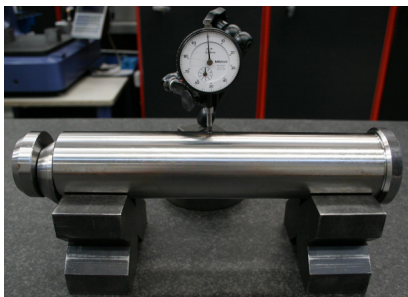

Fig.6
- en cas de déformations évidentes, un test peut être effectué comme sur la **Fig. 6** ; d'autres méthodes de contrôle sont possibles au choix du client (par exemple contrôle sur une surface plane avec une jauge d'épaisseur) ;